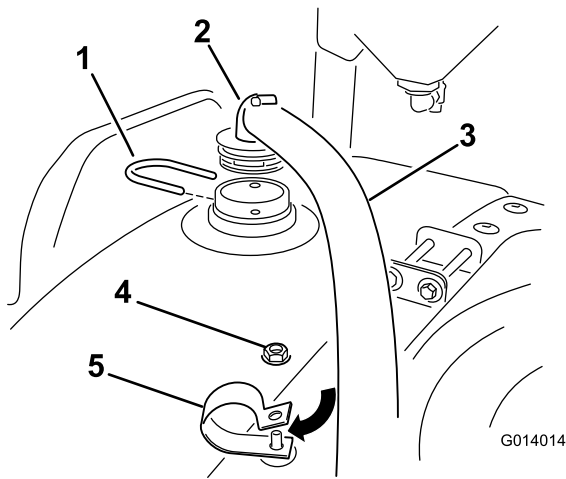

Figura 22
2. Montate l'estremità del flessibile con il raccordo a 90° sul diaframma precedentemente installato utilizzando una forcella di fissaggio (Figura 22).